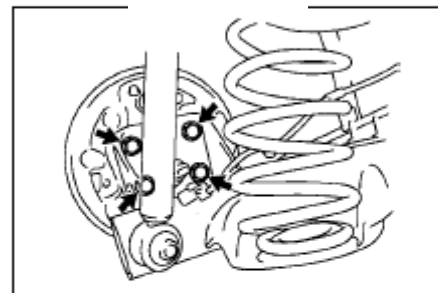

Рис. 223
(1) Открутите гайки и снимите крепление левого троса ручного тормоза с задней осевой рамы
(2) Открутите четыре болта и снимите левый задний подшипник в сборе со ступицей(рис.223)
(3) Снимите задний тормозной механизм с задней балки.
Установите задний тормозной механизм, левую заднюю ступицу и ступичный подшипник с помощью четырех болтов(рис. 223)